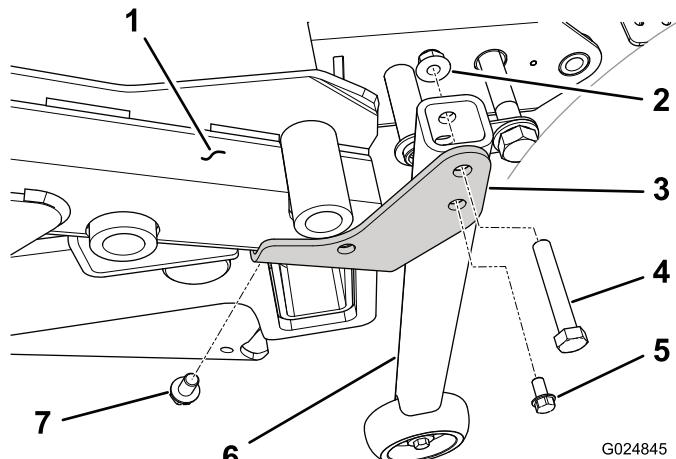

図 96
7. シリアル番号が 313000001 よりも大きいトラクションユニットでは、コンバージョンブラケット左右の区別ありをデッキの左右の後コーナーに取り付けるタッピングねじ $3/8 \times 5/8$ インチを使用する 図 96。
8. コンバージョンブラケット左右ありに垂直チューブサポートアセンブリを取り付けるねじ $3/8 \times 2\text{--}1/4$ インチとフランジナット $3/8$ インチを使用する 図 96。